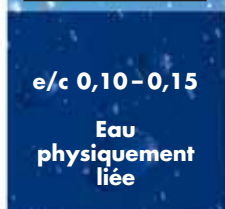

Figure 1
- Selon la BEB (Fédération allemande chape et revêtement), la valeur est relevée sur l'échelle du manomètre 10 minutes après le début de la mesure, étant entendu que la bombe CM doit être régulièrement agitée au cours de ce laps de temps. Si la chape a été fabriquée avec des systèmes accélérateurs CONTOPP®, le fabricant préconise de déduire 1% de la valeur relevée. Il s'agit de l'eau supplémentaire liée par l'adjuvant comprise dans le calcul, mais sans incidence (voir figure 1).